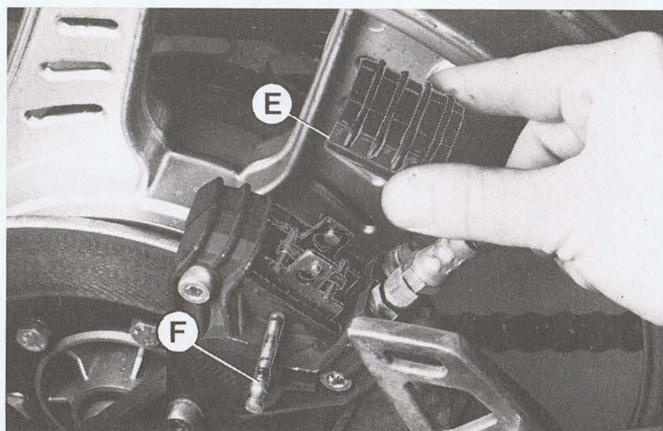

Fig. 15
**Sostituzione pastiche freno** (fig. 15): accertato che le guarnizioni frenanti hanno raggiunto il limite di usura di mm. 1,5, analogamente a quanto effettuato per il freno anteriore, togliere il coperchietto «E», sfilare il perno «F», le mollette di ritegno e sostituire le pastiche.